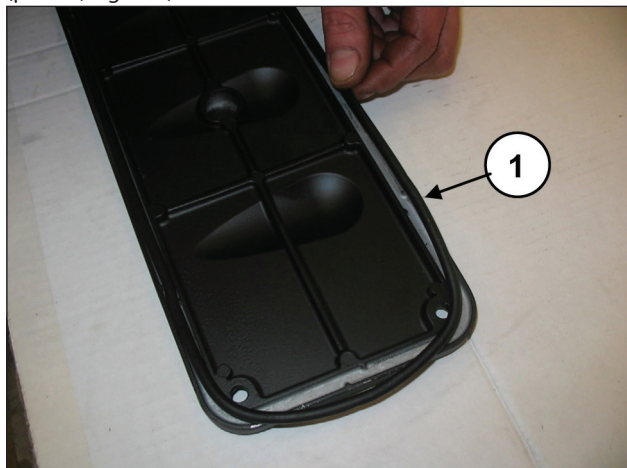
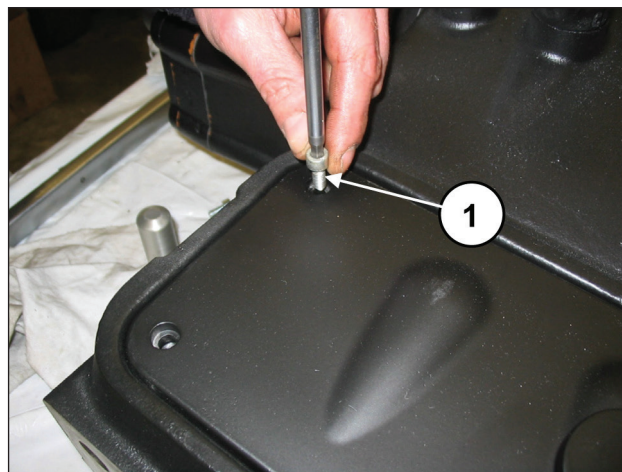

Fig. 154
Fig. 155
En las tapas de inspección, introducir la junta tórica (pos. ①, Fig. 154) y montar las tapas utilizando 4+4 tornillos M6x14 (pos. ①, Fig. 155).